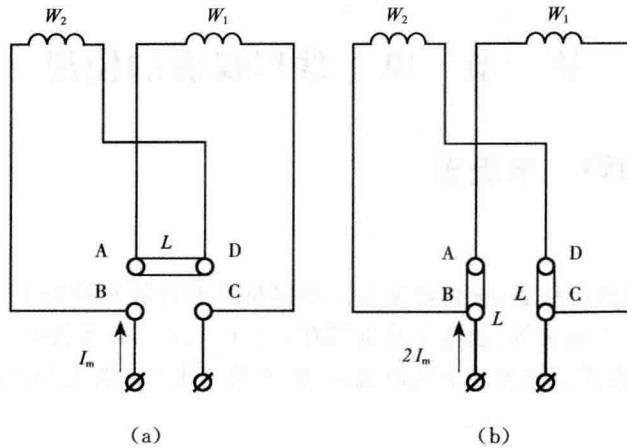

图 1-3 双量程电磁式电流表改变量程接线图
(2) 多量程电磁式电流表,通常将固定线圈绕组分段,再利用各段绕组串联或并联来改变电流的量程,如图 1-3 所示。